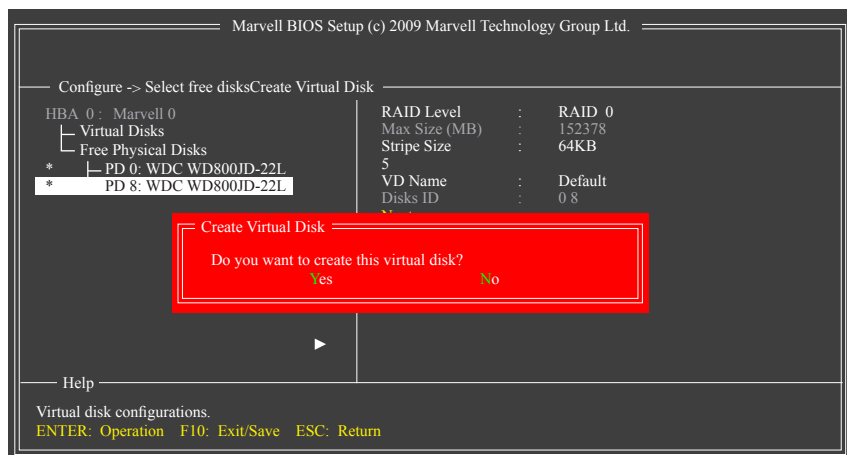

図 5
6. **次へ:** 上の設定を完了した後、[次へ]に移動して<Enter>を押しアレイの作成を開始します。ボリュームの作成を確認するように求めるメッセージが表示されたら、<Y>を押して確認するか<N>を押してキャンセルします(図5)。